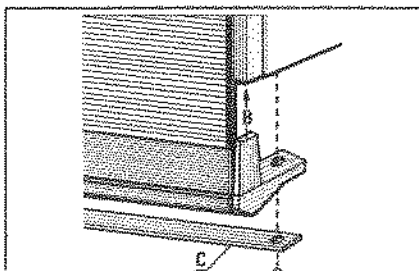

Fig.22
6) Le montage de la porte basculante s'effectue à l'aide de deux pattes de fixation (A et B) et d'une bride (C) à monter impérativement (fig. 22 et 23).
- Présenter la porte en position verticale. Engager la partie (B) (fig. 22) dans le profilé du panneau de côté droit, en respectant la position du dessin, et fixer l'ensemble sous le panneau de côté de la chaudière.